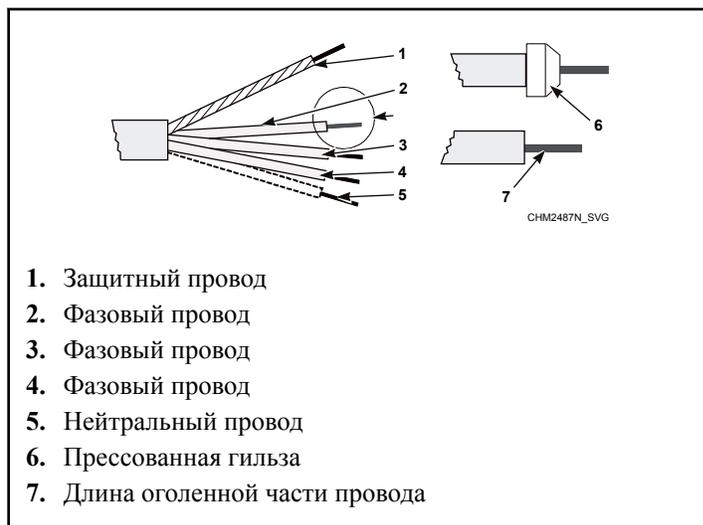

Рис. 25
2. Снимите изоляцию с концов жил. См. *Рис. 25*. Защитный провод должен быть длиннее, чтобы обеспечить подключение к машине без натяжения.